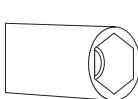

Figura 3
- Vă rugăm să folosiți driverul cu cap special pentru îndepărtați și instalați duza ca. (Figura 3)